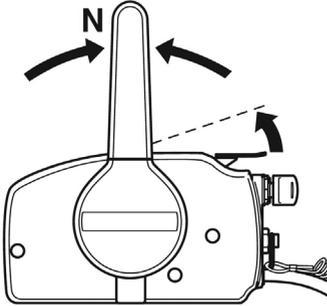

Рис. 30 Положение рычага для запуска двигателя
5. Установите рычаг управления в нейтральное положение (Рис. 30).
- Установите рычаг управления дроссельной заслонкой в положение для запуска (Рис. 30). Поднимите рычаг до возникновения сопротивления, затем поднимите рычаг еще немного.